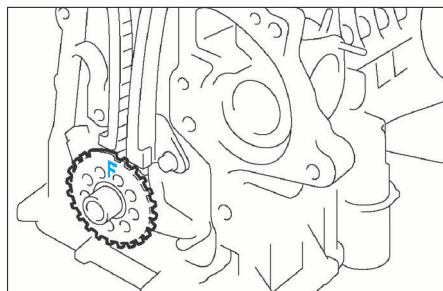

FIG. 37
- Déposer la cible du capteur de régime et de position de vilebrequin (fig. 37).
- le haut) (fig. 37).